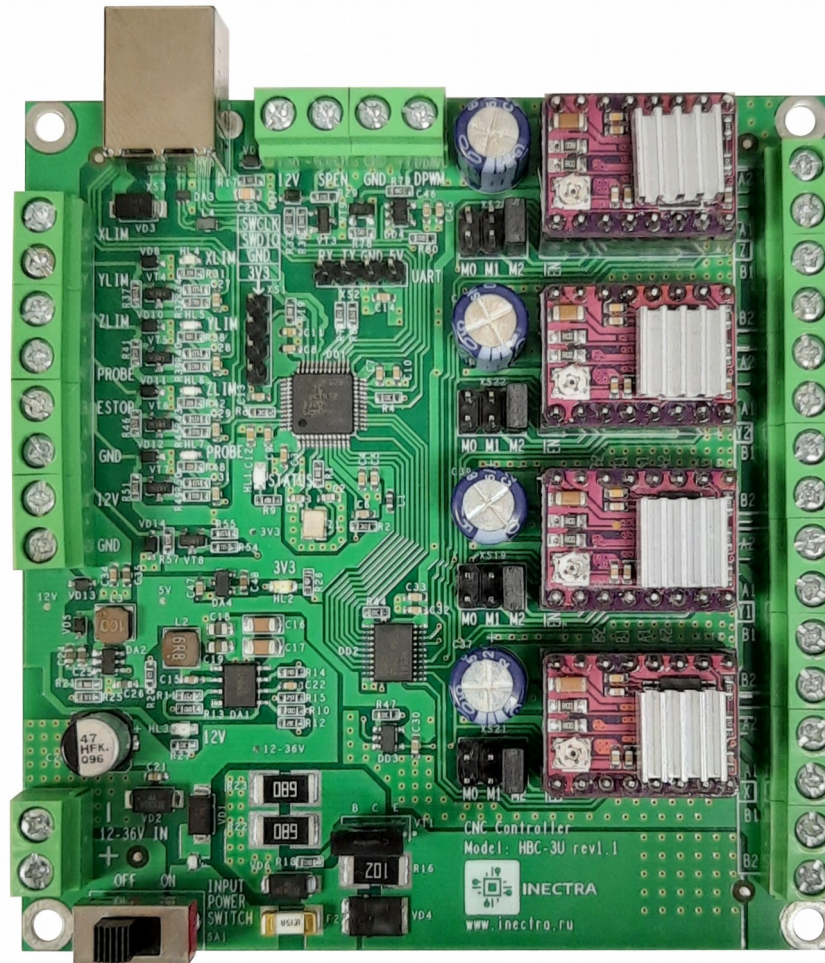

Рисунок 6: Подключение драйверов DRV8825
На рис. 6 представлено правильное подключение драйверов шаговых двигателей DRV8825. Во избежание ошибки на плате контроллера для каждого слота помечен вывод EN, который необходимо совместить с выводом EN драйвера.
**Примечание.** На рис. 6 для всех драйверов выставлен режим микрошага 1/16.